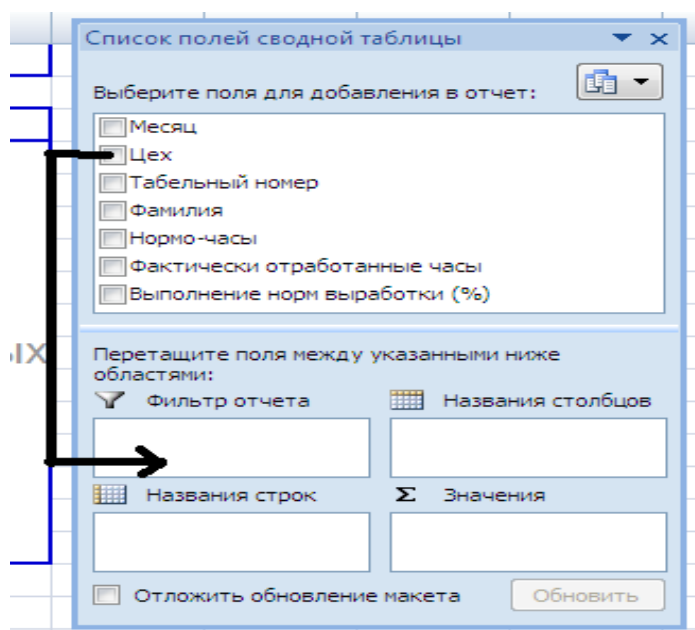

Рис. 5 Макет сводной таблицы
- 5) Разместить поля в макете сводной таблицы в соответствии с видом будущей сводной таблицы. Размещение полей выполняется путем их перетаскивания мышью в определенную область макета, **рис. 5**.